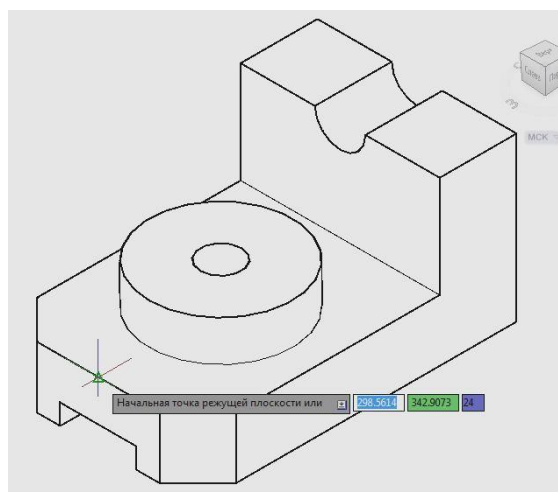

Рисунок 10.17
1. Виконати розріз фронтальною площиною, що проходить через площину симетрії деталі, за допомогою команди ПЕРЕТИН, рис. 10.17 а, б.
Перша точка на площині: (вказати першу точку на ріжучий площині з використанням прив'язок Середина або Квадрант), рис. 10.17.